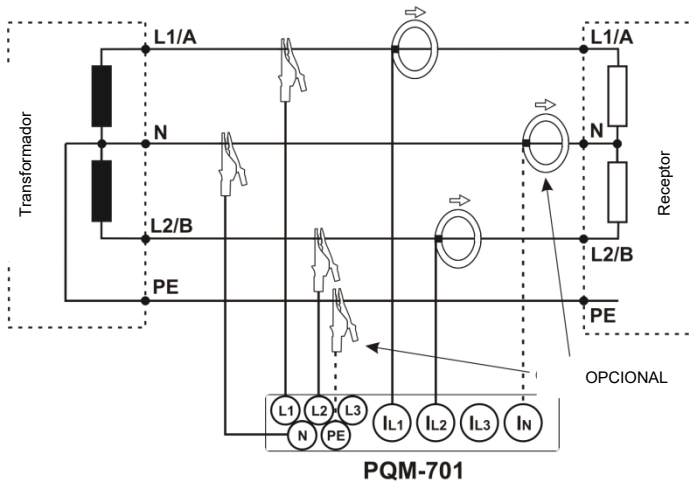

Fig. 5. Esquema de conexión – sistema bifásico.
- bifásica (con bobinado dividido del transformador llamado en inglés *split phase*) (Fig. 5),